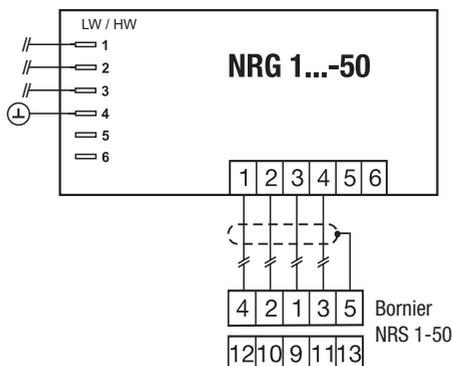

Fig. 25 Raccordement de l'électrode de niveau avec tête de raccordement en aluminium
2. Desserrer le raccord vissé de câble ⑮. Guider le câble à travers l'entrée de câble.
3. Retirer le bornier ⑳ de la carte imprimée.
4. Affecter le bornier conformément au schéma de raccordement. **Fig. 25**
7. Mettre le couvercle ⑱ en place et serrer les vis ⑰ à fond.